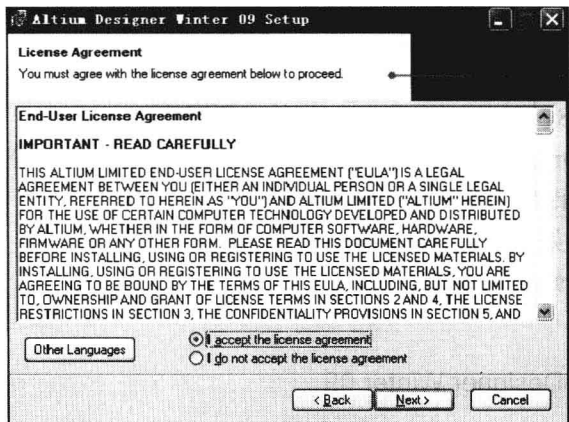

图 1-3 License Agreement 窗口
(3) 单击安装向导欢迎窗口的 Next 按钮, 显示如图 1-3 所示的 License Agreement 窗口。